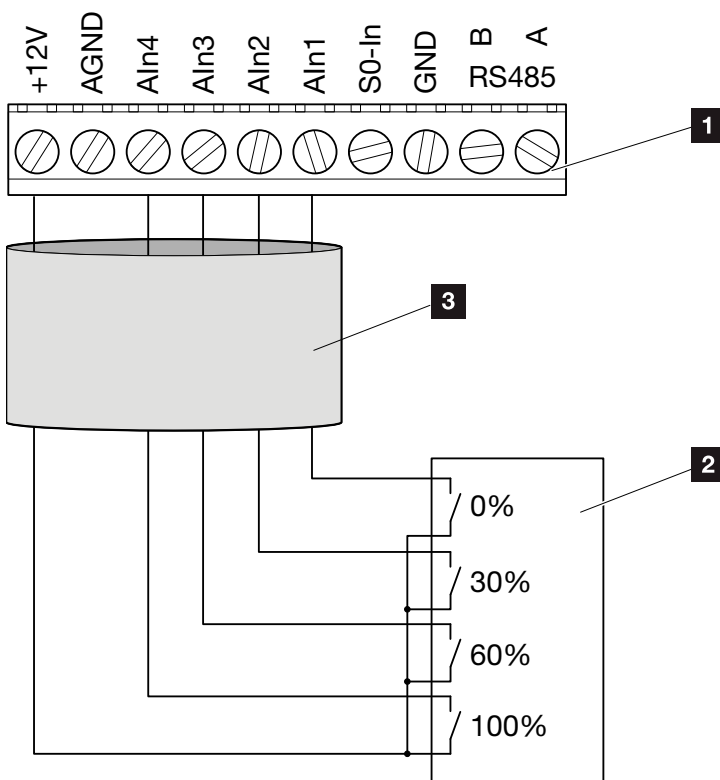

Bild 52: Anslutning av rundstyrningsmottagaren
3. Anslut rundstyrningsmottagaren till Master-växelriktaren  **Bild 51 pos. 1** via det analoga gränssnittets anslutningsklämma (10-polig).  **Bild 52**